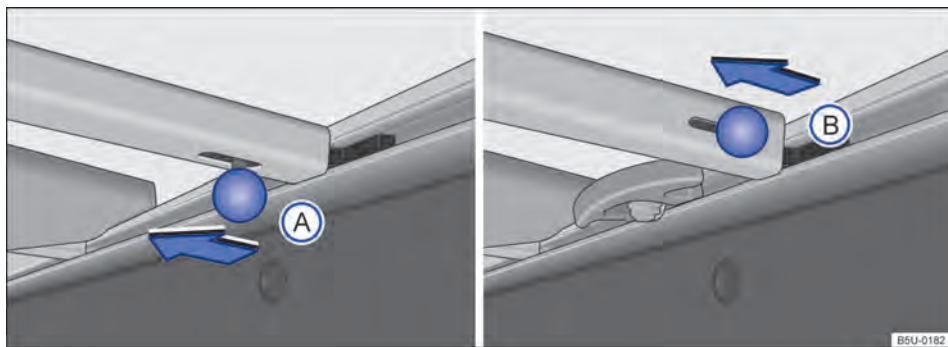
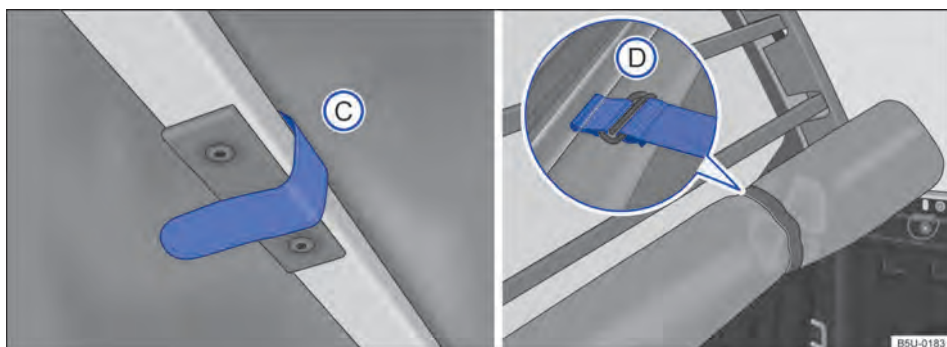

Fig. 51 Travessas no compartimento de carga: (A) veículos com suportes de amarração fixos, (B) veículos com suportes de amarração deslizantes.
Fig. 52 No compartimento de carga: tira de fixação e capota marítima corretamente recolhida.
- Para remover de tipo (A) ou (B), deslocar o pino de travamento no sentido da seta → Fig. 51. Para remover a travessa que está próxima ao vidro traseiro, é necessário soltar as tiras de fixação da capota → Fig. 52 (C).
- Após o recolhimento total da capota, prenda-a com as cintas de fixação (D).
- Para remover a travessa que está próxima ao vidro traseiro, é necessário soltar as tiras de fixação da capota → Fig. 52 , e fazer o mesmo procedimento anterior para remover a travessa (quando disponível mais de uma travessa).
- Após o recolhimento total da capota, prendá-la com as cintas de fixação → Fig. 52 .